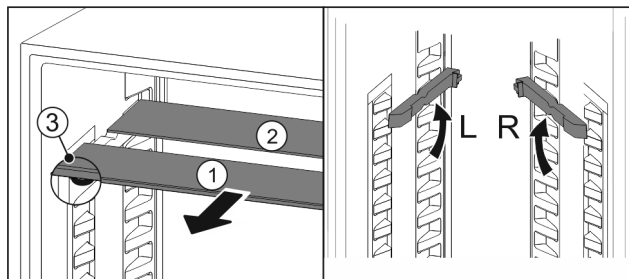

Fig. 97
- ▶ Dra ut Fig. 97 (1) glashyllorna framåt en i taget.
- ▷ Glashyllan Fig. 97 (1) med dekorlistan ligger längst fram.
- ▷ Stoppklackarna Fig. 97 (3) är vända nedåt.